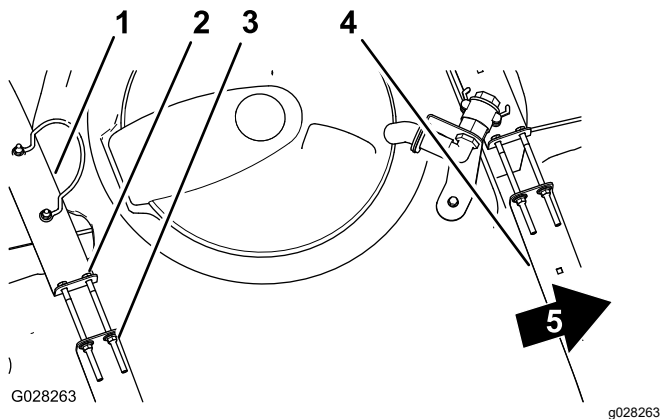

图 32
2. 检查药缸箍带与药缸之间是否有任何活动图 32。
3. 如果药缸箍带与药缸之间有松动应拧紧箍带顶部的凸缘锁紧螺母和螺栓直到箍带与药缸表面齐平图 32。